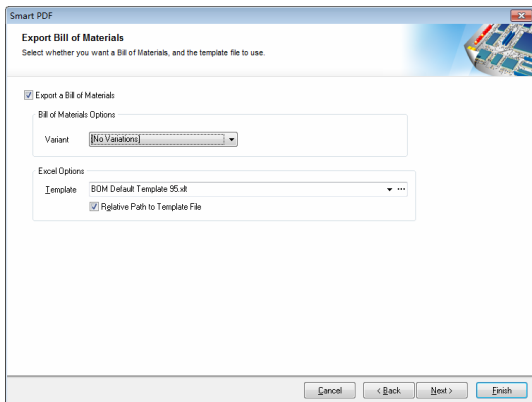

图 16-33 Choose Bill of Materials 界面
(4) 单击 Next 按钮, 进入输出元件清单界面, 如图 16-33 所示, 保持默认设置不变。